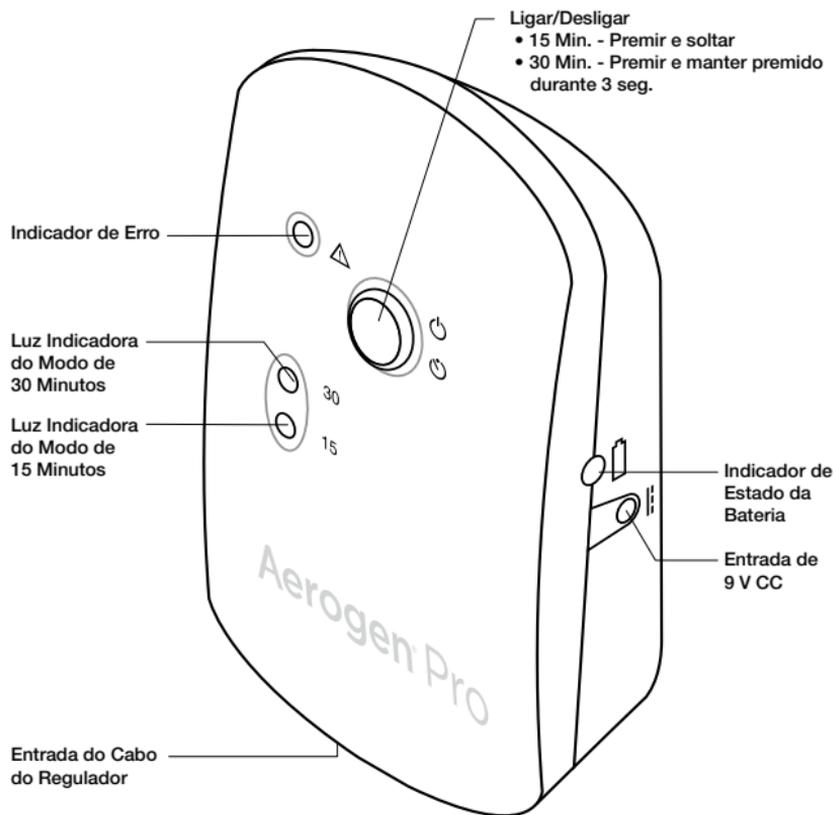

Figura 2. Controlos e Indicadores do Aerogen Pro
1. Para iniciar um ciclo de nebulização de 15 Minutos, adicione o medicamento e prima e solte o botão Ligar/Desligar azul (Figura 2). O indicador verde 15 Min. acende-se, indicando que o ciclo de nebulização de 15 Minutos está em curso.